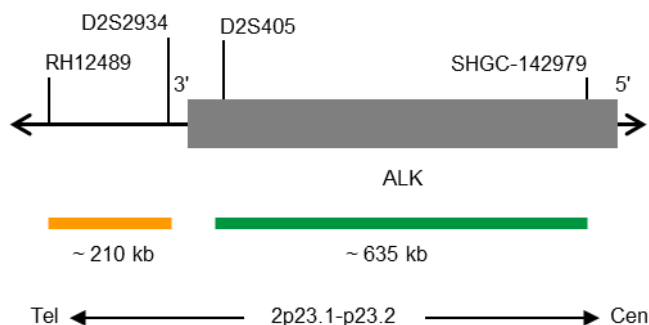

Fig. 1: SPEC ALK Mapa da sonda (não à escala)
- Polinucleótidos marcados com ZyGreen (excitação 503 nm/emissão 528 nm) (~10 ng/ μ l), que têm como alvo sequências mapeadas em 2p23.1-p23.2* (chr2:29,460,144-30,095,822) proximais à região do ponto de quebra ALK (ver Fig. 1).
- Polinucleótidos marcados com ZyOrange (excitação 547 nm/emissão 572 nm) (~4,5 ng/ μ l), que têm como alvo sequências mapeadas em 2p23.2* (chr2:29,174,204-29,383,335) distal à região do ponto de quebra ALK (ver Fig. 1).